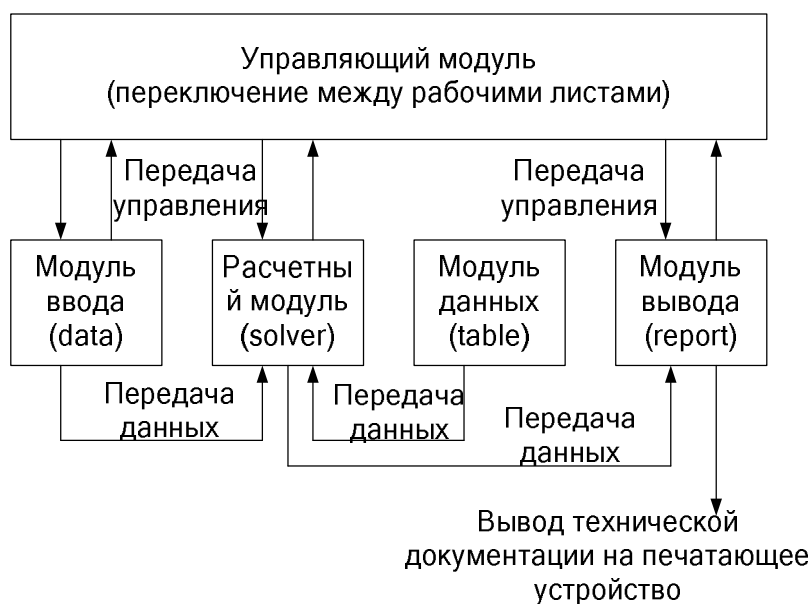

Рис. 3.1. Структурная схема САПР
Структурная схема САПР показывает состав и взаимосвязи модулей в системе. Принято разделять модули в соответствии с их функциями на расчетные, модули ввода, хранения, вывода информации и управляющий модуль. Тогда, исходя из перечисленных соображений, структурная схема САПР может иметь вид, представленный на рис. 3.1.
1) Создайте в рабочей книге LAB3.XLS – в сохраненном файле MS Excel, 4 рабочих листа. Дайте им имена: Data, Report, Solver, Table (рис. 3.1).